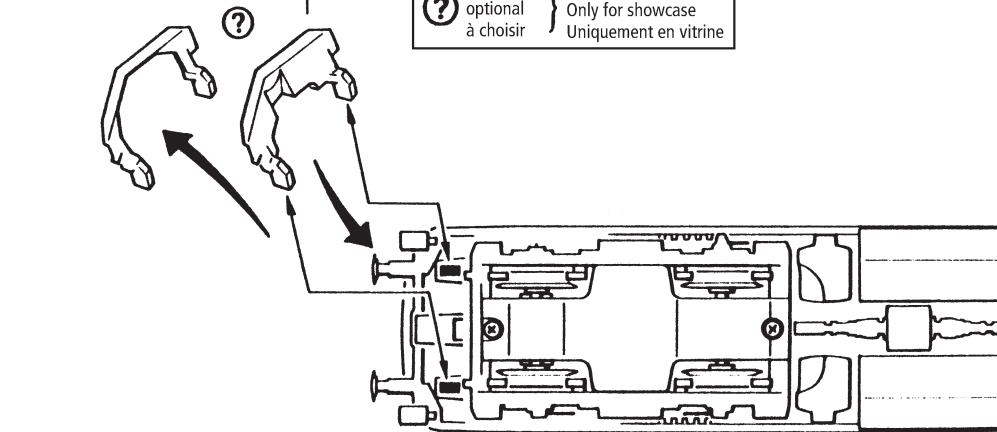

Fig. 3
Mehrzugbetrieb: Zuerst Lokgehäuse abnehmen (Fig. 3). Danach den Brückenstecker aus der Schnittstelle entfernen (diesen sorgsam aufbewahren). Danach den Stecker des Steuerbausteins lagerichtig einsetzen (siehe Fig. 6).
2. Schmierung: Versehen Sie die im Schmierplan in Fig. 7 gekennzeichneten Stellen mit nur **kleinen Öltropfen**. Dazu zuerst das Lokgehäuse abnehmen (Fig. 3). Wir empfehlen den ROCO **Öler Art.-Nr. 10906**. Fürs Schmieren der Getriebeteile (Zahnräder, Schnecke) empfehlen wir das **ROCO-Spezialfett Art.-Nr. 10905**. Im Falle der Schmierung diese Teile **nicht ölen**.
4. Kohlebürstenwechsel: Lokgehäuse abnehmen (Fig. 3). Danach wird der Motor ausgebaut und die Kohlebürsten ausgewechselt (Fig. 9).
2. Lubrication: Apply **tiny oil drops** to spots marked in fig. 7. Prior to lubrication dismantle locomotive (fig. 3). We recommend using item no. **10906, Roco oiler**. For lubrication the gearparts (e.g. cogwheels, worm) we would recommend our Roco **special grease** (item no. **10905**).
4. Carbon Brush Changing: First remove loco body (fig. 3), and then the motor (fig. 9).
2. Graissage: N'appliquez **qu'une toute petite goutte** aux endroits indiqués par le plan de graissage (fig. 7) après avoir démonté la caisse de la locomotive (fig. 3). Nous vous recommandons **le graisseur à huile Roco réf. 10906**. Pour graisser les engrenages (roues dentées, vis sans fin) nous vous conseillons la **graisse spéciale Roco réf. 10905** pour engrenages en matières synthétiques. Lorsque vous utilisez cette graisse il faut éviter d'huiler ces composants.
4. Remplacement des balais du moteur: Démontez la caisse (voir fig. 3). Démontez ensuite le moteur et échangez le balais (fig. 9).
1. siehe } Fig. 3